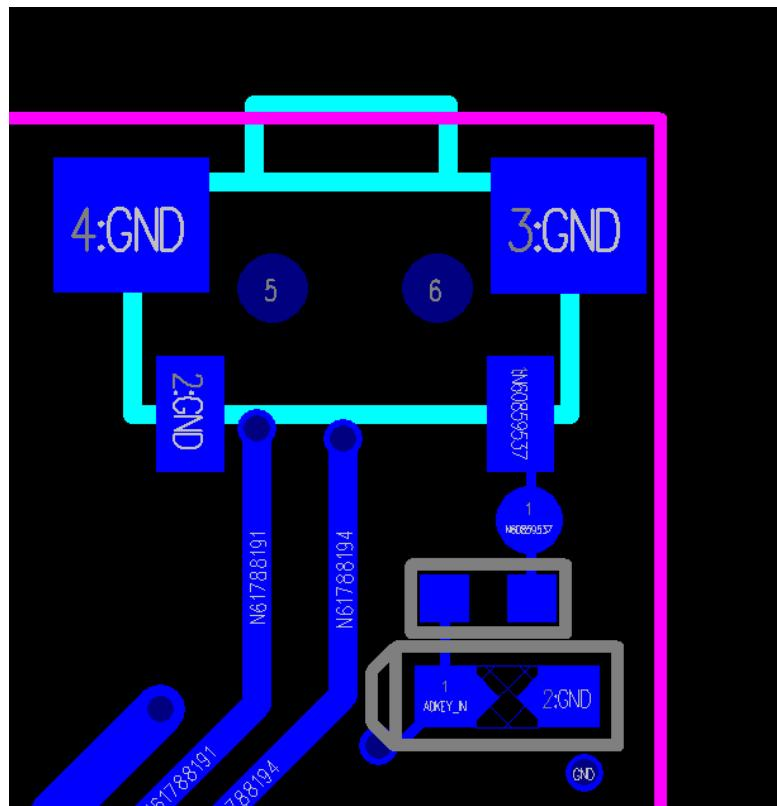

图12-2
- ESD保护器件请就近靠近按键放置，以起到静电保护作用，如图12-2；